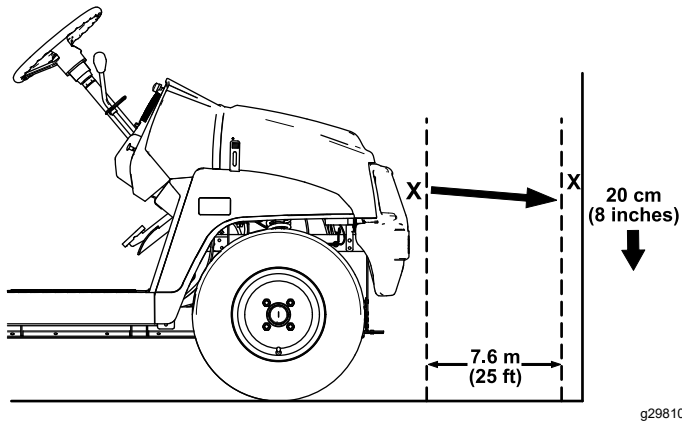

Figura 43
1. Aparque la máquina en una superficie nivelada con los faros a unos 7.5 m (25') de una pared (Figura 43).
La parte más brillante del haz del faro debe estar a 20 cm (8") por debajo de la señal hecha en la pared (Figura 43).